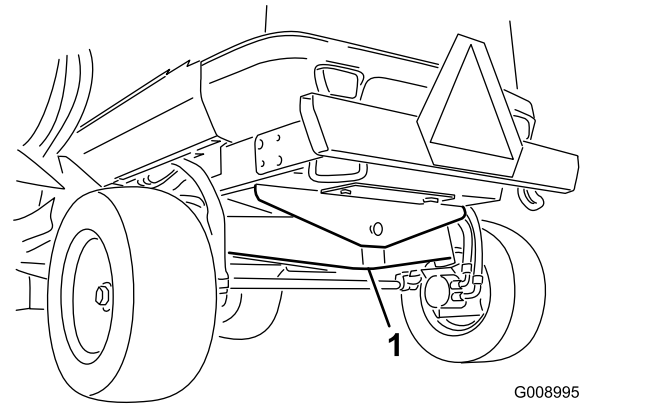

Figure 45
1. Point de levage avant (2)
**Arrière de la machine** – au centre du pont (Figure 45).